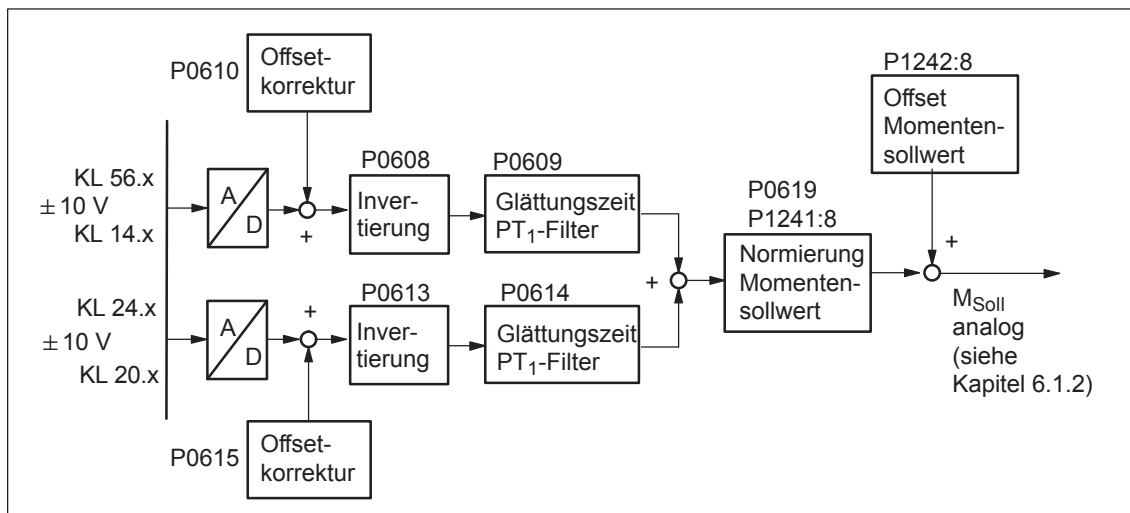

Bild 6-64 Momentengesteuerter Betrieb über KL 56.x/14.x und/oder KL 24.x/20.x
**$M_{Soll}$ -Betrieb über KL 56.x/14.x und/oder KL 24.x /20.x** Der analoge Momentensollwert  $M_{Soll\ analog}$  ist abhängig von der Parametrierung der Analogeingänge und kann sich aus der Spannung an KL 56.x/14.x und/oder KL 24.x/20.x sowie der Offsetkorrekturen, Invertierungen und des Offsets für den Momentensollwert zusammensetzen (siehe Bild 6-64).